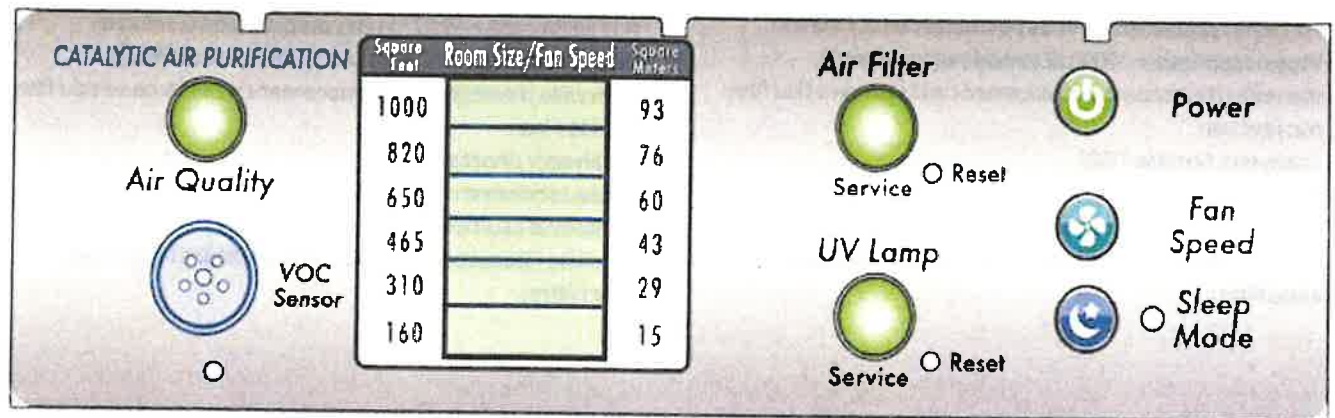

FIG 1
1. Appuyez sur le bouton d'alimentation (ON/OFF) pour mettre le purificateur en marche. Les lumières du panneau de commande (figure 1) s'allument. La lampe UVC germicide à rayons ultraviolets s'allume et le moteur du ventilateur se met en marche.
Appuyez sur le bouton Vitesse du ventilateur (fig. 1) jusqu'à ce que la barre lumineuse verte située sous « Room Size / Fan speed » (Taille de la pièce / Vitesse du ventilateur) atteigne la taille correspondante de votre pièce. Les calculs en « square feet » (pieds carrés) et en « square meters » « mètres carrés » (longueur x largeur) sont indiqués de manière pratique sur chaque côté de la barre lumineuse verte. Le bon réglage de cet indicateur permet de maintenir le volume d'air à un niveau optimal.
4. Appuyez sur le bouton « Sleep Mode » (mode de veille) (FIG 1) la nuit si vous souhaitez réduire le bruit du ventilateur. Un voyant DEL vert s'allume à droite du bouton. Ce mode maintiendra un flux d'air constant à travers le purificateur et réduira la vitesse du ventilateur au minimum. Comme il n'y a aucun mouvement dans la pièce, les besoins de purification sont grandement réduits.
La qualité de l'air est détectée en temps réel par le capteur de détection chimique (voir figure 1) qui évalue continuellement la qualité de l'air. La qualité de l'air est exprimée par l'une des (3) couleurs de qualité de l'air du voyant DEL.